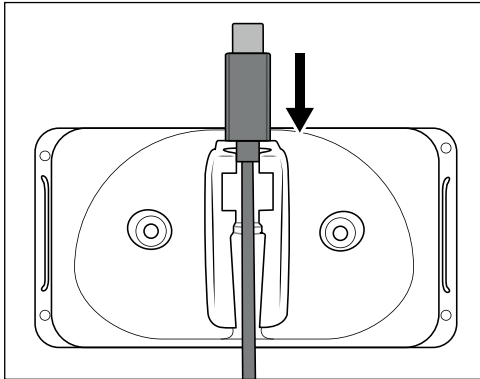
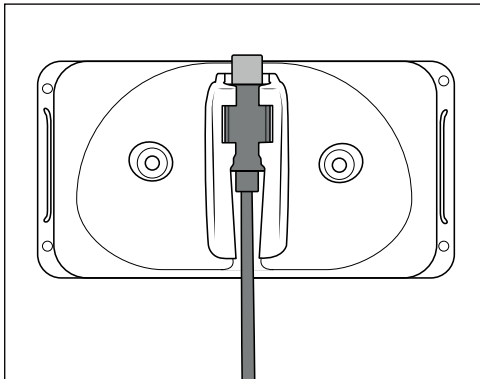

Fig. 1
Fig. 2
- ▶ Asegúrese de que no haya cables eléctricos ni otros conductos o tuberías en la pared justo en el sitio donde desee taladrar los orificios para el soporte mural ❸. ¡Existe peligro de muerte si se taladra un cable eléctrico!
- 1) Introduzca el conector USB-C ❺ de la fuente de alimentación ❹ en el soporte mural ❸ (consulte la fig. 1). Deslice el conector USB-C ❺ hacia abajo hasta que encastre en el soporte mural ❸ (consulte la fig. 2).